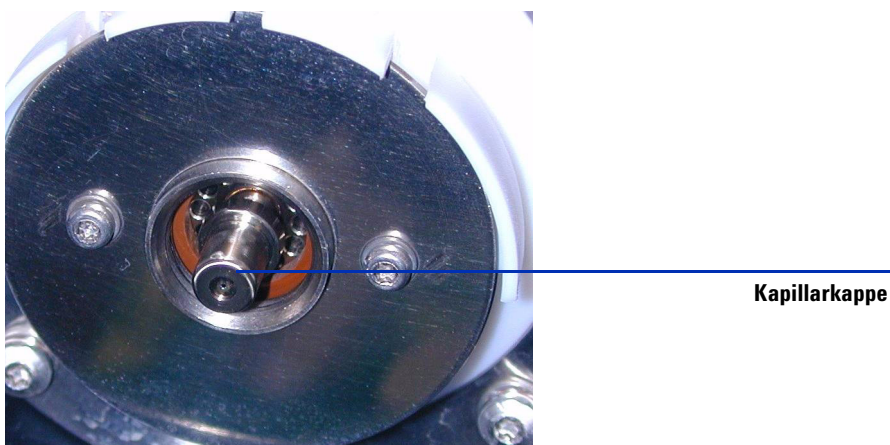

Abbildung 24 Kapillarkappe
- 6 Entfernen Sie die Kapillarkappe. Befeuchten Sie bei Bedarf ein sauberes Tuch mit Isopropylalkohol und wischen Sie die Kapillarkappe ab. Siehe Abbildung 24.